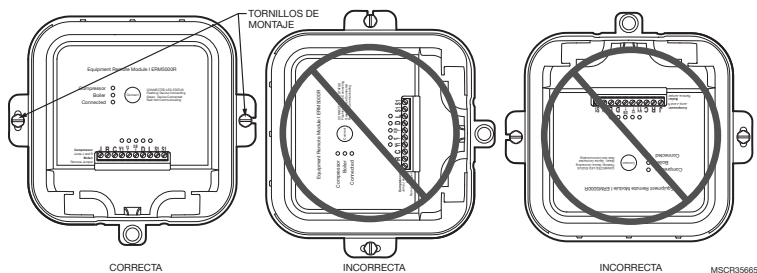

Fig. 11. Orientación de montaje.
9. Utilice dos tornillos y tarugos de pared para fijar el ERM a la pared exterior cerca del compresor. La ubicación debe estar **por lo menos a 3 pies (91 cm) por encima del suelo y orientada con las dos salidas de cable hacia abajo**. Vea las Figs. 11 y 12.